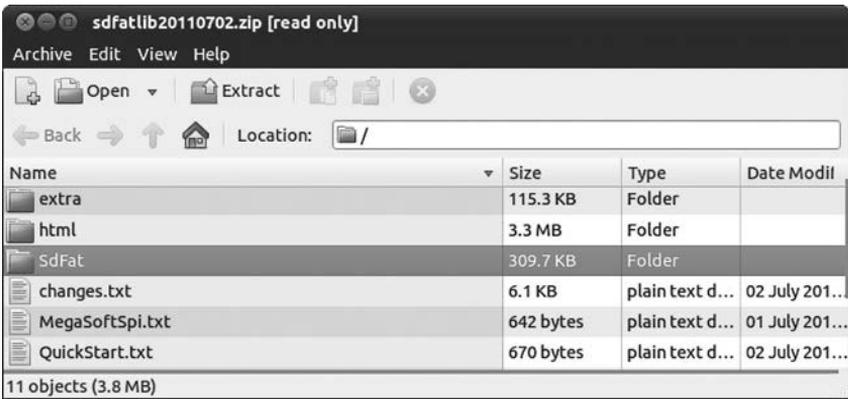
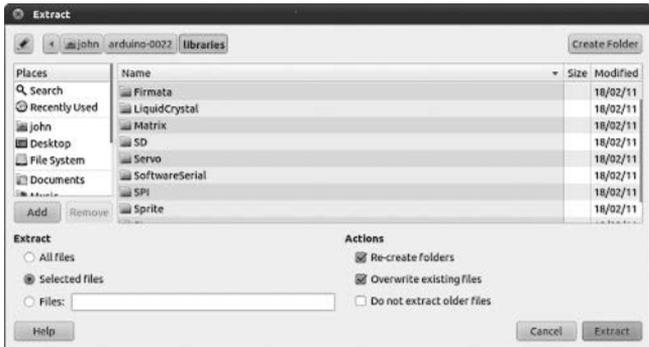

Рис. 8.21. Папка с загруженной библиотекой
Рис. 8.22. Выбор места назначения для извлечения папки с библиотекой
1. Найдите загруженный файл и выполните двойной щелчок на нем. В результате должно появиться окно Archive Manager (Диспетчер архивов) с папкой *SdFat*, как показано на рис. 8.21.
2. Щелкните правой кнопкой на папке *SdFat* в окне, изображенном на рис. 8.21, и затем на кнопке **Extract** (Извлечь), чтобы извлечь папку в ваш каталог */libraries* (рис. 8.22).